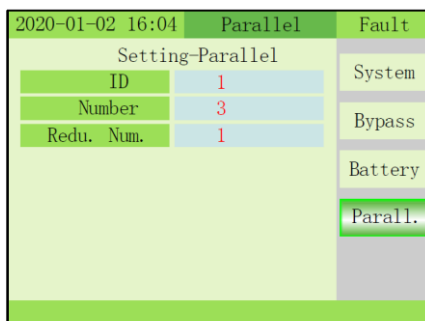

Fig. 3-20 Menú Setting/Maintenance - Parallel
14) MAINTENANCE – PARALLEL: Este elemento puede seleccionarse después de que el modo de trabajo se ajuste a paralelado. Pulse la tecla OFF para introducir el elemento y confirmar el valor, pulse ↻ para cambiar el valor (Fig. 3-20).